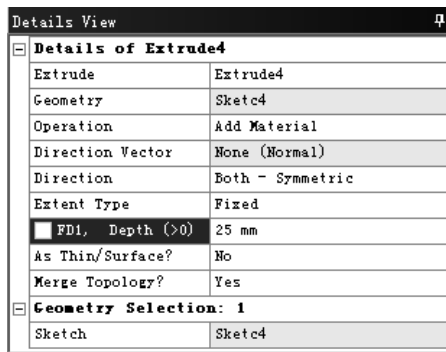

图 3.10.16 “Details View”对话框
(2) 在工具条中单击  Extrude 按钮，弹出图 3.10.16 所示的“Details View”对话框，使用草图 4 作为截面，在 **Operation** 下拉列表中选择 **Add Material** 选项，在 **Direction** 下拉列表中选择 **Both - Symmetric** 选项，在 ☐ **FD1, Depth (>0)** 文本框中输入数值 25，其他采用系统默认设置值。单击工具条中的  Generate 按钮，完成拉伸特征 4 的创建。